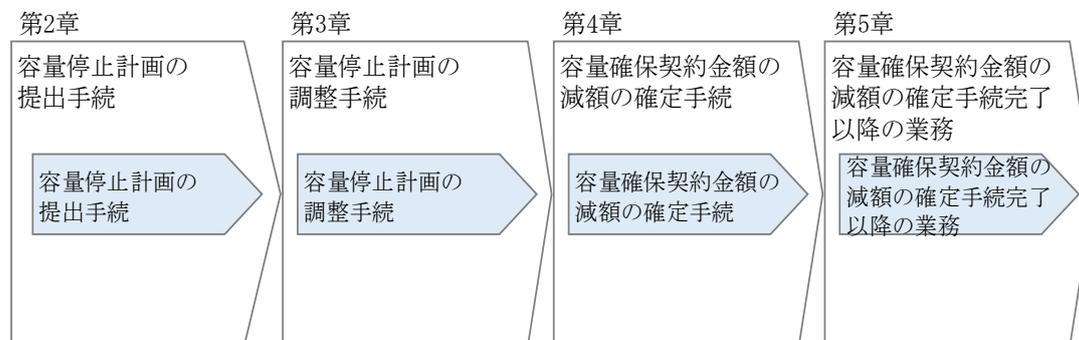

図 1-3 本業務マニュアルの構成（第1章除く）
1.1 本業務マニュアルの構成 図 1-3 第2章容量停止計画の提出手続 図 2-1 第3章容量停止計画の調整手続 図 3-1 第4章容量確保契約金額の減額の確定手続 図 4-1	第5章 容量確保契約金額の減額の確定手続完了以降の業務の追加に伴い図を修正
本業務マニュアルにおける章の構成は以下の通りです（図 1-3 参照）。